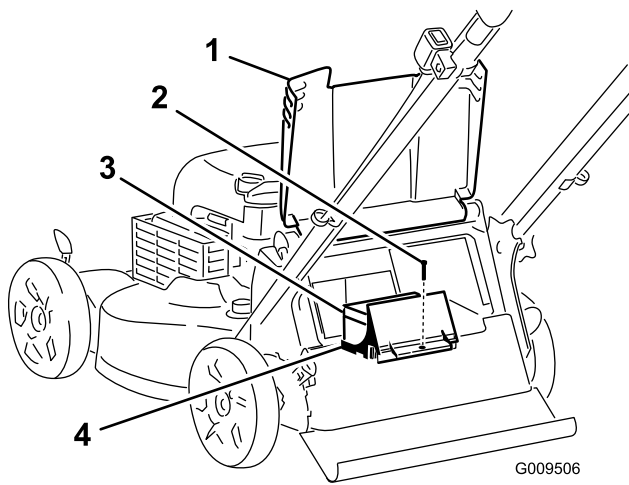

Рисунок 25
1. Поднимите задний отражатель и найдите аккумуляторный отсек (Рисунок 25).